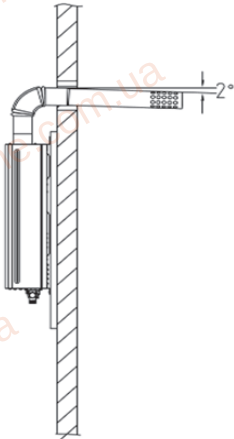
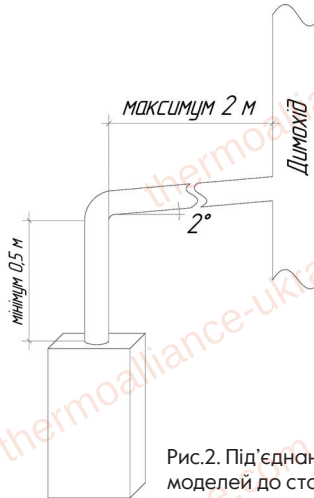

Рис.1. Встановлення коаксіального димоходу для турбованих моделей
Рис.2. Під'єднання димохідних моделей до стаціонарних димоходів.
- ✚ Під'єднати водонагрівач до стаціонарного димоходу (JSD20-IOCR, JSD20-IOQB, JSD20-IOCL, JSD20-IOGA, JSD20-IOGC, JSD20-IOGD, JSD20-IOGE, JSD20-ION-QB) (див Рис.1., Рис.2.).